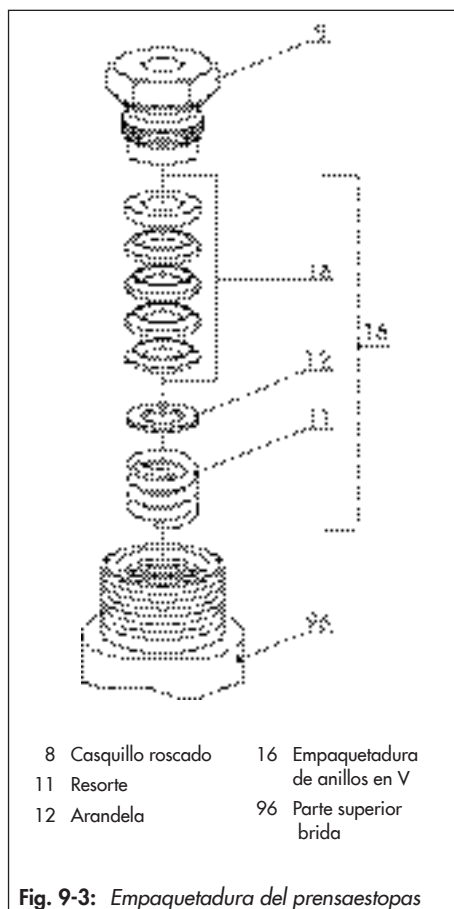

Fig. 9-3: *Empaquetadura del prensaestopas*
10. Deslizar cuidadosamente las partes de la empaquetadura por el vástago del obturador con una herramienta adecuada en su alojamiento. Prestar atención al orden de las partes, ver Fig. 9-3.
11. Presionar el obturador (5) en el asiento (4). Al hacerlo fijar la parte superior de la brida (96) con las tuercas del cuerpo (14). Apretar poco a poco y en cruz las tuercas del cuerpo. Prestar atención a los pares de apriete.
12. Roscar el casquillo roscado (8) y apretarlo. Prestar atención a los pares de apriete.
1. Soltar poco a poco y en cruz las tuercas del cuerpo (14).
2. Levantar la parte superior de la válvula (2) y el obturador con vástago (5) del cuerpo (1).
3. Desenroscar el casquillo roscado (8).
4. Extraer el obturador con vástago del obturador (5) de la parte superior de la válvula (2).
7. Untar con un lubricante apropiado todas las partes de la empaquetadura así como el vástago del obturador (5).
8. Introducir el obturador con el vástago del obturador (5) en el cuerpo de la válvula (1).
9. Deslizar la parte superior de la válvula (2) cuidadosamente por el vástago del obturador encima del cuerpo.
11. Presionar el obturador (5) en el asiento (4). Al hacerlo fijar la parte superior de la válvula (2) con las tuercas del cuerpo (14). Apretar poco a poco y en cruz las tuercas del cuerpo. Prestar atención a los pares de apriete.
2. Levantar la brida (97), parte superior de la brida (96) y obturador con vástago (5) del cuerpo (1).
4. Extraer el obturador con el vástago (5) de la parte superior de la brida (96).
6. Desenroscar el asiento (4) utilizando una herramienta adecuada.
8. Roscar el asiento (4). Prestar atención a los pares de apriete.
9. Untar con un lubricante apropiado todas las partes de la empaquetadura así como el nuevo vástago del obturador (5). SAMSON recomienda cambiar también la empaquetadura, ver cap. 9.4.2.
10. Introducir el nuevo obturador con el vástago del obturador (5) en el cuerpo de la válvula (1).
11. Colocar cuidadosamente la parte superior de la brida (96) y la brida (97) por el vástago del obturador y los tornillos (13) encima del cuerpo.
12. Deslizar cuidadosamente las partes de la empaquetadura por el vástago del obturador con una herramienta adecuada en su alojamiento. Prestar atención al orden de las partes, ver Fig. 9-3.
13. Presionar el obturador (5) en el asiento (4). Al hacerlo fijar la parte superior de la brida (96) con las tuercas del cuerpo (14). Apretar poco a poco y en cruz las tuercas del cuerpo. Prestar atención a los pares de apriete.
14. Roscar el casquillo roscado (8) y apretarlo. Prestar atención a los pares de apriete.
4. Desenroscar el casquillo roscado (8).
5. Extraer el obturador con vástago del obturador (5) de la parte superior de la válvula (2).
7. Desenroscar el asiento (4) utilizando una herramienta adecuada.
9. Roscar el asiento (4). Prestar atención a los pares de apriete.
10. Untar con un lubricante apropiado todas las partes de la empaquetadura así como el nuevo vástago del obturador (5). SAMSON recomienda cambiar también la empaquetadura, ver cap. 9.4.2.
11. Introducir el nuevo obturador con el vástago del obturador (5) en el cuerpo de la válvula (1).
12. Deslizar la parte superior de la válvula (2) cuidadosamente por el vástago del obturador encima del cuerpo.
13. Deslizar cuidadosamente las partes de la empaquetadura por la prolongación del vástago del obturador con una herramienta adecuada en su alojamiento. Prestar atención al orden de las partes, ver Fig. 9-3.
14. Presionar el obturador (5) en el asiento (4). Al hacerlo fijar la parte superior de la válvula (2) con las tuercas del cuerpo (14). Apretar poco a poco y en cruz las tuercas del cuerpo. Prestar atención a los pares de apriete.